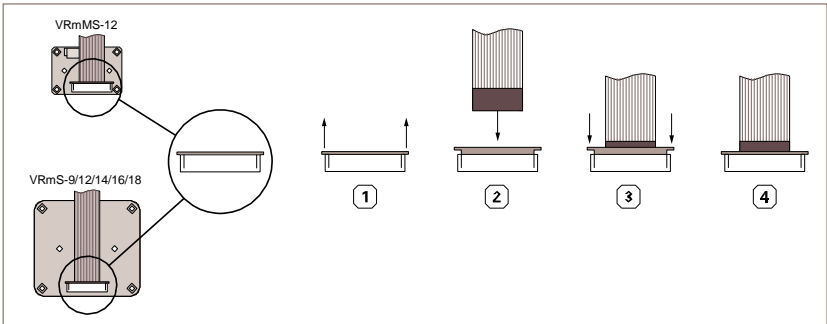

図12: センサーボードへのフレックスfoilケーブルの接続: 接点は見えませんが青いマーカーは見えます。
1. センサーボードのコネクタのロックを引き抜きます (→37ページの図12)。